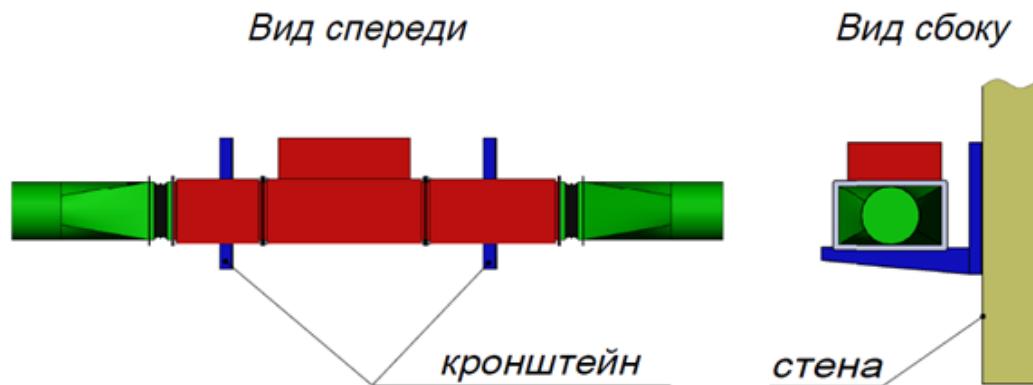

**РИС.1. УСТАНОВКА ОБОРУДОВАНИЯ НА ПОЛ НА СИЛОВУЮ РАМУ**
- На силовую раму на пол (Рис. 1).